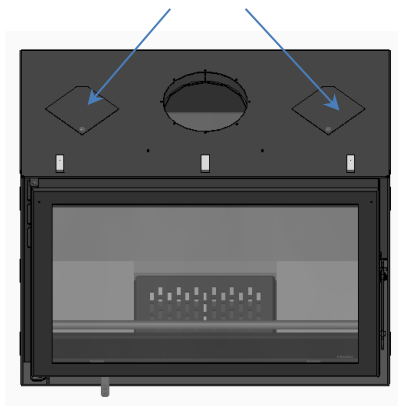

Figura 14 - Bocchette dell'aria calda
* Nella parte superiore di queste apparecchiature sono presenti 2 uscite (corrispondenti a un diametro di 100 mm ciascuna), Figura 14, che possono essere utilizzate rimuovendo i coperchi e adattando le bocche per condurre l'aria calda in altri comparti.